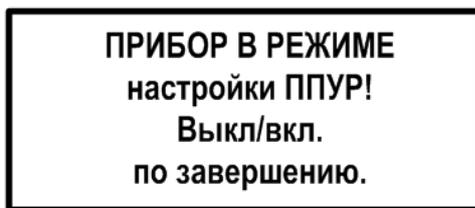

Рисунок 6 – Режим настройки ППУР-Ех
5.7.1 В уровнемере реализован алгоритм настройки ППУР-Ех по внутреннему интерфейсу через модуль связи с помощью программы «Монитор ВЗЛЕТ РУ». Запуск режима настройки производится в меню **Настройка / Настройка ППУР**. После активации команды **Настройка ППУР** на дисплее уровнемера появляется сообщение (см. рисунок 6).